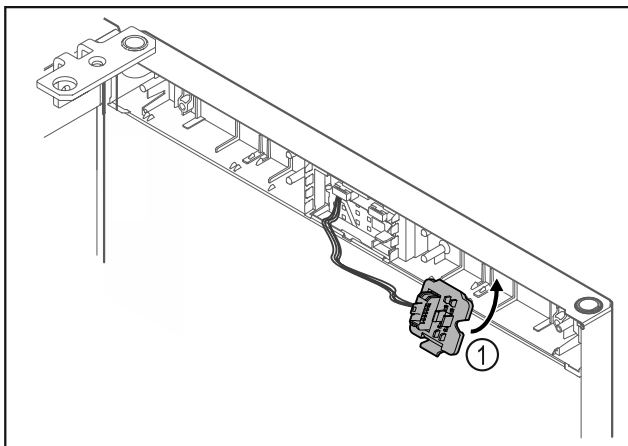

Fig. 17
- ▶ Фиксирайте държача на щекера Fig. 17 (1) от противоположната страна.